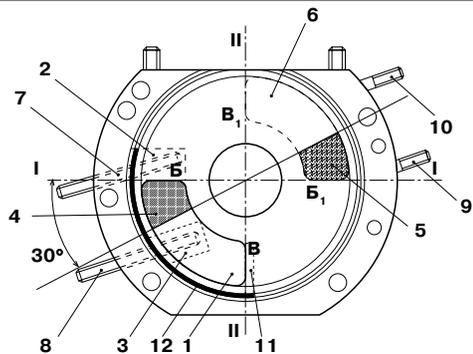
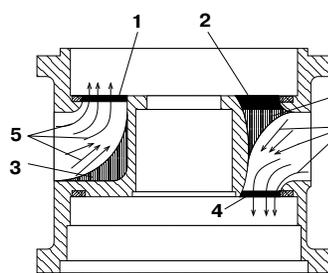
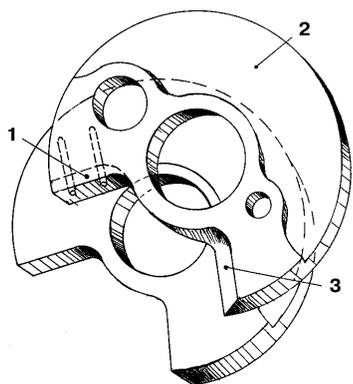

Рис. 1. Схема расположения нового впускного отверстия верхнего цилиндра.
Рис. 3. Схема расположения всасывающих каналов левого (нижний цилиндр) и правого (верхний цилиндр) карбюраторов.
Рис. 4. Параллельное расположение золотников на коленчатом валу (золотники условно смещены относительно друг друга).
2. Произвожу разметку поперечной оси I—I (рис. 1), которая является ограничительной для впускных отверстий со стороны закрытия их при движении золотников по часовой стрелке (стороны Б и Б1). По касательной к оси I—I вваривается перемычка № 1 (поз. 2).
4. Произвожу разметку продольной оси II—II (рис. 1), которая является ограничительной для впускных отверстий со стороны их открытия при движении золотников по часовой стрелке (стороны В и В1).
6. От перемычки № 1 до перемычки № 3 по дуге полости средней части картера приваривается пластина (рис. 1, поз. 12), (рис.2, поз. 4) и (рис.2, поз. 13).
7. Средняя часть картера крепится на поворотном столе фрезерного станка; фрезеруется новое впускное отверстие (рис. 1, поз. 1) и (рис.2, поз. 10); ограниченное осями I—I и II—II по идентичным размерам штатного отверстия (рис. 1, поз. 6).
Для формирования новой формы впускного тракта нижнего цилиндра (штатные каналы) необходимо заклеить текстолитовой вставкой на ЭДП штатное отверстие для заполнения верхней полости картера, питающей верхний цилиндр (рис. 1, поз. 6) и (рис. 4, поз. 2). Лишь после этого можно вклеить алюминиевую пластинку, формирующую отгиб канала вниз в нижнюю полость картера.
11. Вклеивание текстолитовых заглушек во впускные отверстия средней части картера необходимо для уменьшения выброса топливной смеси через карбюраторы (рис. 1, поз. 4 и 5; рис. 2, поз. 9; рис. 3, поз. 1 и 4). Уменьшенные на 30° фазы впуска имеют "Вихрь-20" и "Вихрь-45" заводского изготовления. На работоспособности "Вихря-30" это никак не сказывается, поскольку его окончательная регулировка производится регулируемыми жиклерами.
14. Поскольку в данной конструкции впускное отверстие верхнего цилиндра перенесено и развернуто на 180°, будет необходимо развернуть на 180° и золотник верхнего цилиндра в вертикальной плоскости. Поскольку сделать золотник новой конструкции у меня не было возможности, я перевернул золотник таким образом, что нерабочая сторона стала рабочей. В этом случае отверстия золотника совпадают с ведущими пальцами коленчатого вала. Пришлось вклеить в золотник текстолитовый сектор на место косого среза под 45° и поставить его на штифты, а косой срез сделать с другой стороны (рис. 4, поз. 1 и 3).